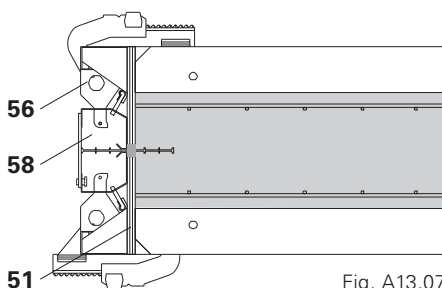

Fig. A13.07
- 2 éléments extérieurs AT (56)
- 1 élément central MTF (58)
- 1 bande de compensation (51), hors devis
- (Fig. A13.07)